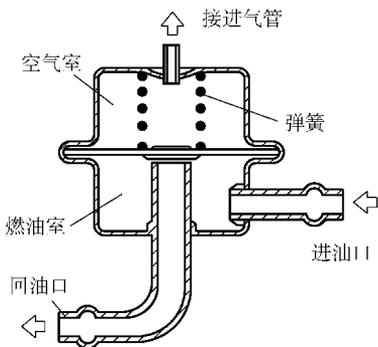

图 6-2 燃油压力调节器结构
(3) 燃油压力调节器密封不良的检测 燃油压力调节器密封不良会造成怠速燃油压力和大负荷燃油压力过低，发动机工作时燃油泵工作的声音正常，但各种负荷燃油压力都过低，说明燃油压力调节器密封不良，必须更换。燃油压力调节器的结构见图 6-2。